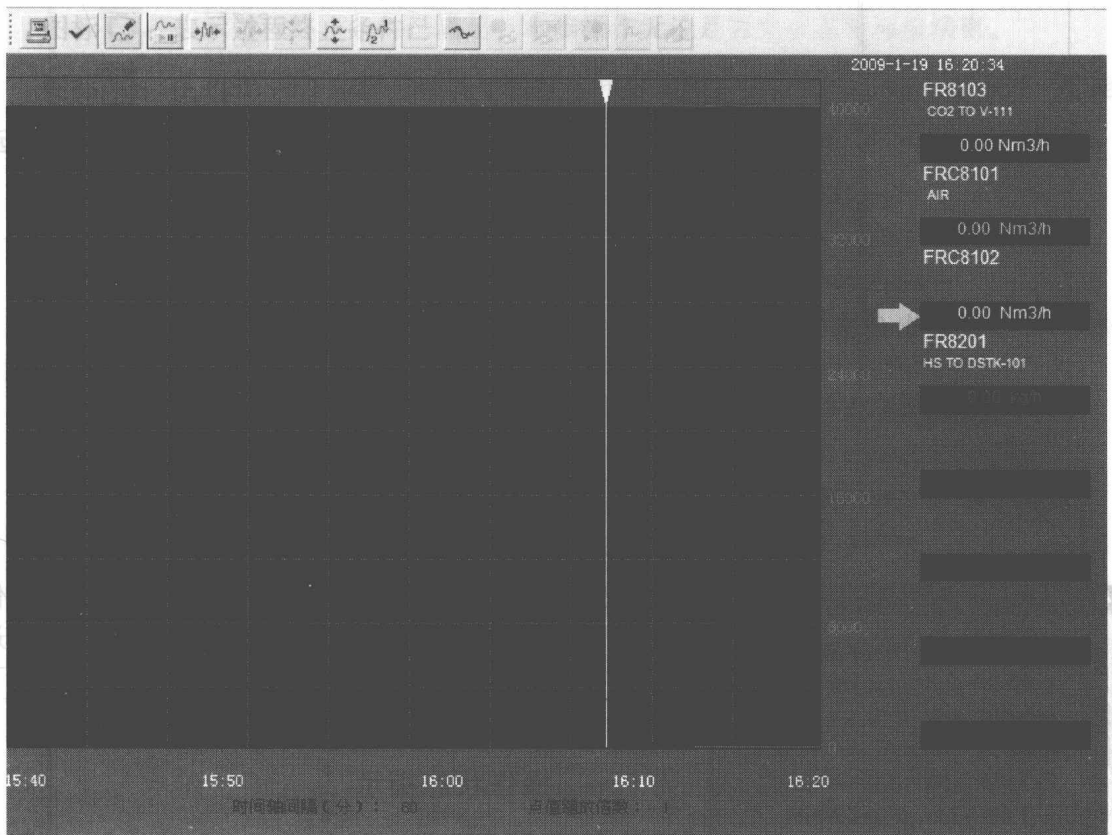

图 1-26 趋势画面
(4) 趋势画面。通用 DCS：在“趋势”菜单中选择某一菜单项，会弹出如图 1-26 所示
的趋势图，该画面一共可同时显示 8 个点的当前值和历史趋势(图 1-26)。